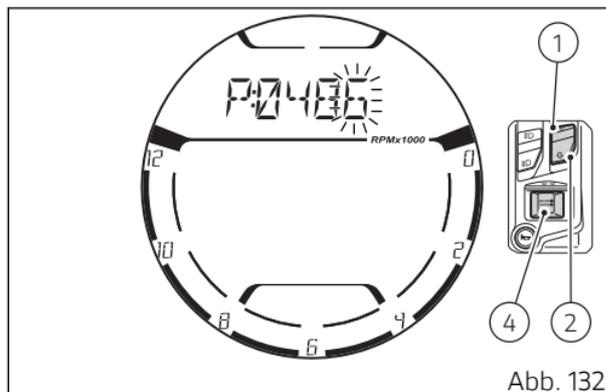
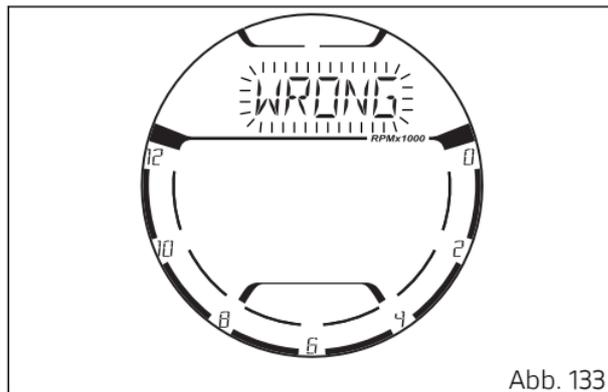

Abb. 132
Abb. 133
Durch das Drücken der Taste (4) wird die erste Ziffer bestätigt und automatisch auf die Einstellung der nächsten Ziffer umgeschaltet, bis die vierte und letzte Zahl (Abb. 132) erreicht wurde.
Nach Eingabe der vierten Ziffer überprüft das Cockpit nach dem Drücken der Taste (4) (Abb. 132), ob der eingegebene PIN CODE dem gespeicherten Code entspricht. Sollte keine Übereinstimmung vorliegen, wird im Cockpit 3 Sekunden lang die Angabe „WRONG“ (Abb. 133) blinkend angezeigt.